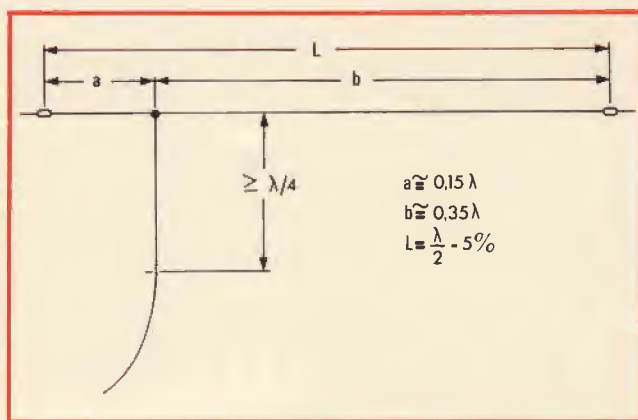

Fig. 15 - Antenna «Windom».
**E'** forse l'antenna più semplice che esista, adatta in casi di emergenza quando non sia disponibile cavo coassiale per la discesa e sia necessaria una grande rapidità di installazione. (Fig. 15). Il principio di funzionamento è abbastanza semplice e si basa sul fatto che l'impedenza lungo l'antenna è variabile da punto a punto assumendo, tra gli altri, un valore prossimo a quello presentato da un filo qualunque in aria (circa 2000 - 4000  $\Omega$ ) che, in questo caso funziona come cavo di alimentazione; in questo punto avverrà la connessione tra il filo e l'antenna.